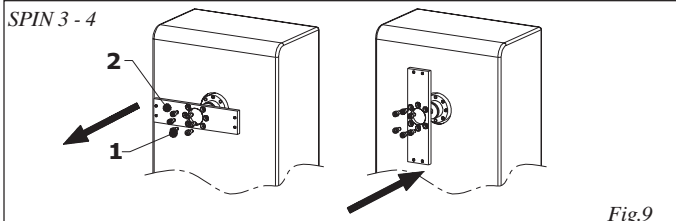

Fig.9
- démonter les vis qui fixent le disque de support de la lisse, réf.1 fig.9 et 10.
- tourner le disque de support de la lisse, réf.2 fig.9 et 10, de 90°.